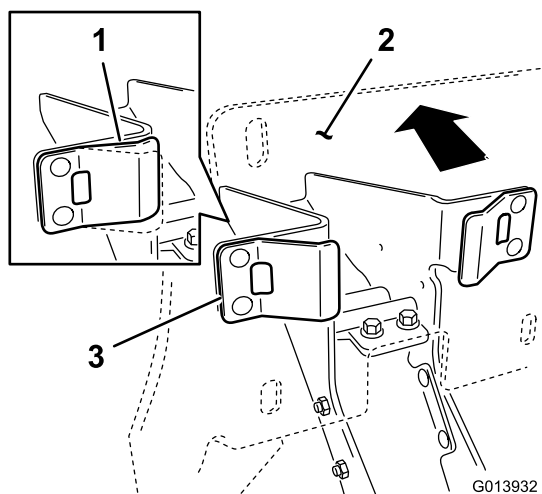

Рисунок 9
- Убедившись в том, что пластмассовые упоры вошли в контакт с пружинными выступами, приложите достаточное усилие к узлу опорной пластины люльки для сжатия пружинных выступов на половину их хода (Рисунок 9).